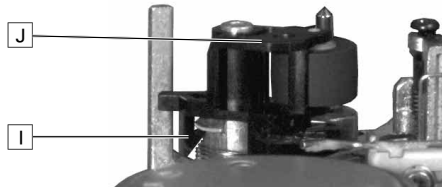

Fig. 13
**8. Andruckrollenhebel auswechseln, Fig. 13/14**
**8. Replacing the pressure roller levers, Fig. 13/14**